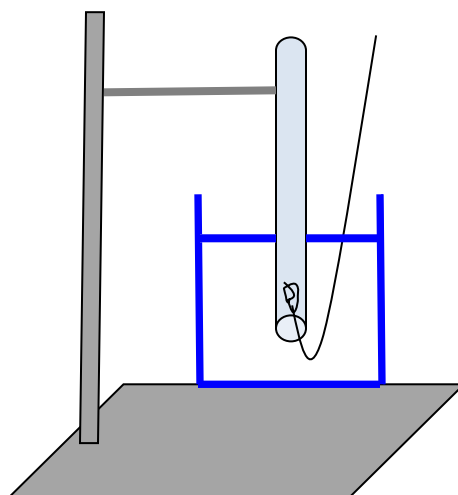

Figura 1. Recolección de gases sobre agua
- Realizar el montaje que se muestra en la figura 1.